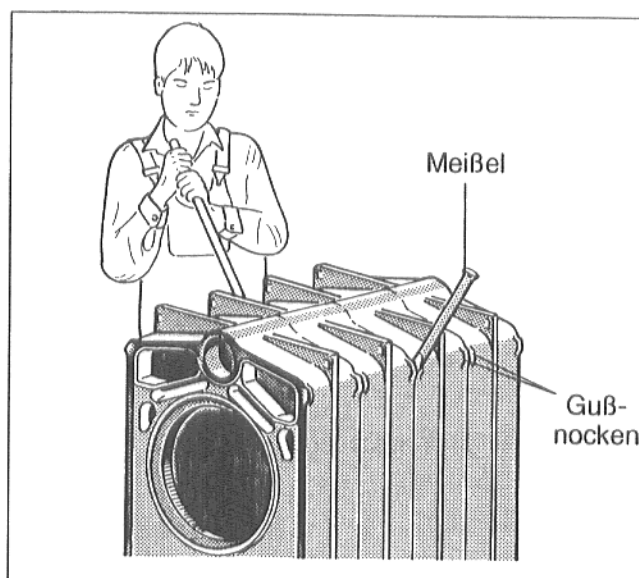

Abb. 21 Prinzipabbildung
- Ist eine Nabenverbindung undicht, dann zuerst das Wasser am Füll- und Entleerungshahn ablassen (Abb. 21).